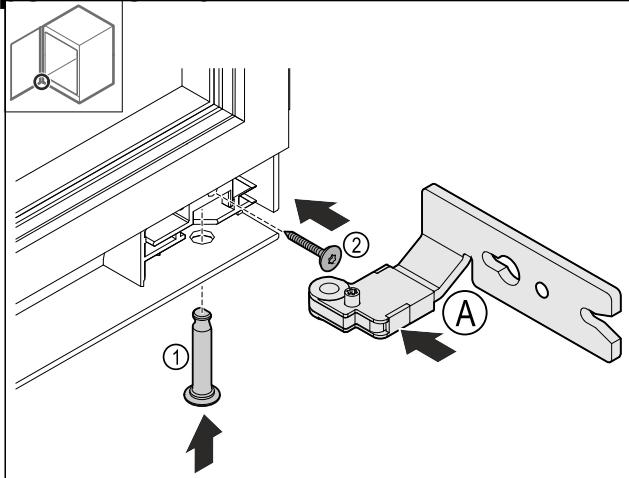

Fig. 23
- Установите нижний шарнир Fig. 23 (A).
- Вставьте и зафиксируйте палец Fig. 23 (1).
- Затяните винт Fig. 23 (2).